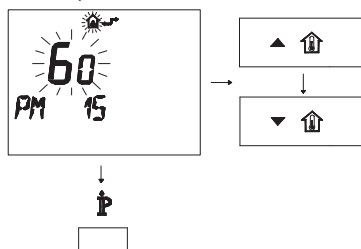

Figura 5.28
- Modificare il SET programmato agendo sui pulsanti **▲** o **▼** fino a visualizzare un **set di 60**, aspettare che il numero programmato cominci a lampeggiare (Figura 5.28).